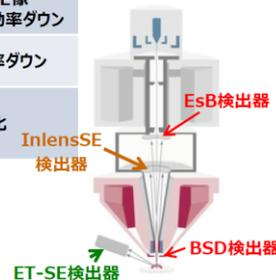

図3-g 検出器毎の特徴
- BSD 検出器挿入は BSD Control ウィンドウ (図3-i) から行う。